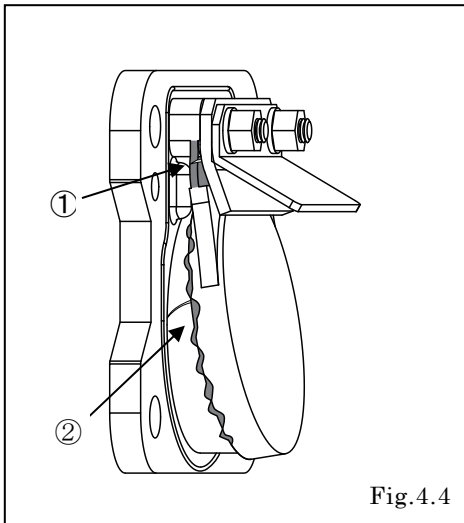

Fig.4.4
- ・①に亀裂や②に割れや亀裂があれば新品と交換する。〔Fig.4.4〕